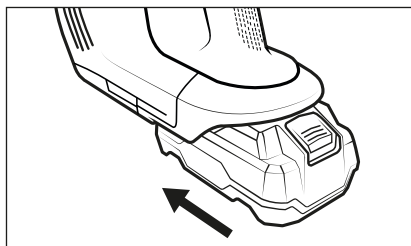

Fig. 3
- 3) Infilare la batteria **2** nell'apparecchio finché non si innesta nell'apparecchio con un clic (vedere fig. 3).